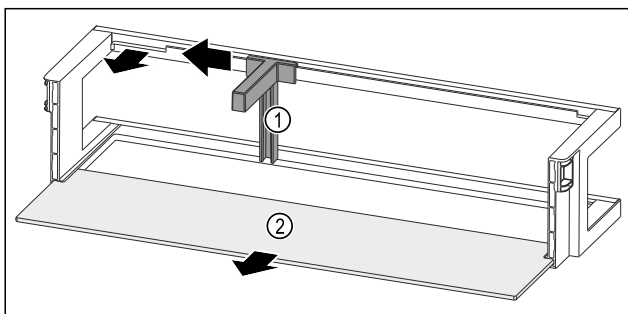

Fig. 122 Balconnet de contre-porte avec porte-bouteilles et tablette de rangement
- ▶ Pousser le porte-bouteilles Fig. 122 (1) sur le côté jusqu'à l'évidement.
- ▶ Retirer le porte-bouteilles Fig. 122 (1).
- ▶ Retirer la tablette de rangement Fig. 122 (2).